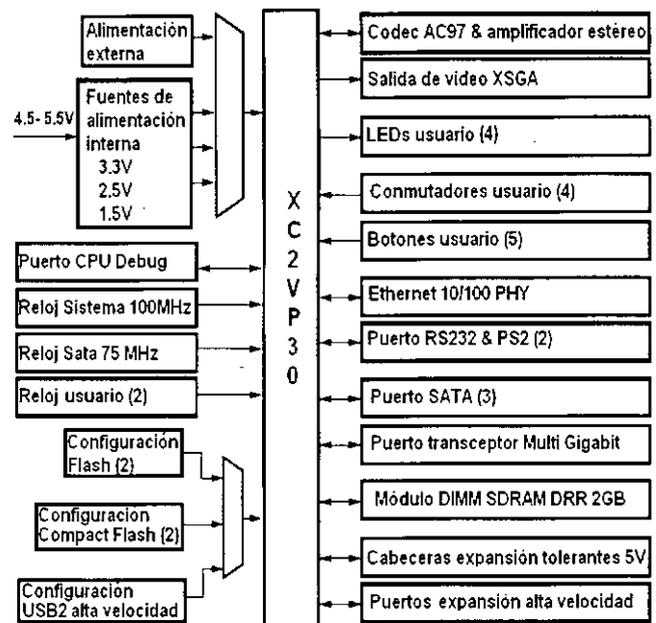

Fig. 1. Diagrama de bloques del sistema de desarrollo XUP2P.
El sistema de desarrollo XUP Virtex-II Pro se muestra en la Fig. 1, en la parte central se encuentra el Circuito Integrado (C.I.) XC2VP30 y en torno a él se sitúan los periféricos. El C.I. XC2VP30 está compuesto internamente por un (1) FPGA (del inglés Field Programmable Gate Array), dos (2) microprocesadores Power-PC y ocho (8) transceptores Multi Gigabit. Las características del FPGA que está insertado en el C.I. XC2VP30 se muestran en la Tabla I.